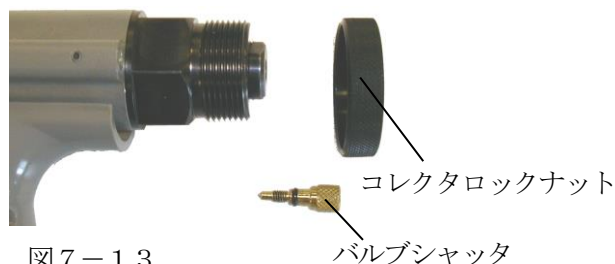

図7-13
- (3) コレクタロックナット、バルブシャッタを外して下さい。(図7-13)